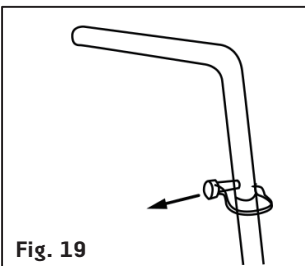

Fig. 19
2. Enlevez les goupilles de cadre des supports du cadre. Voir la fig. 19.